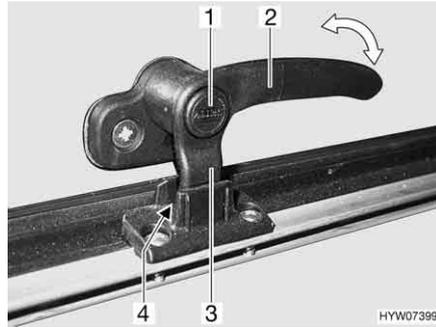
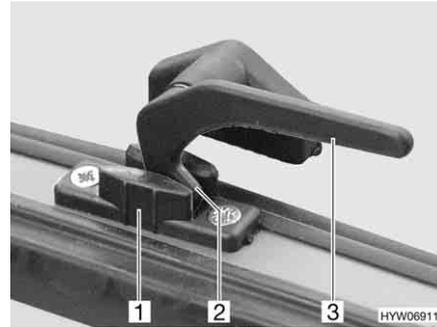

Bild 83 Verriegelungshebel mit Sicherungsknopf in Stellung "Dauerbelüftung"
Bild 84 Verriegelungshebel in Stellung "Dauerbelüftung"
- in Stellung "Dauerbelüftung" (Bild 83 und Bild 84)
- Wenn vorhanden, Sicherungsknopf (Bild 83,1) drücken und gedrückt halten.
- Den Verriegelungshebel (Bild 83,2 oder Bild 84,3) eine viertel Umdrehung zur Fenstermitte hin drehen.
- Den Verriegelungshebel wieder zurückdrehen. Die Verriegelungsnase (Bild 83,3 oder Bild 84,2) am Verriegelungshebel dabei in die Aussparung der Fensterverriegelung (Bild 83,4 oder Bild 84,1) einfahren.
- Wenn vorhanden, Sicherungsknopf (Bild 83,1) loslassen.